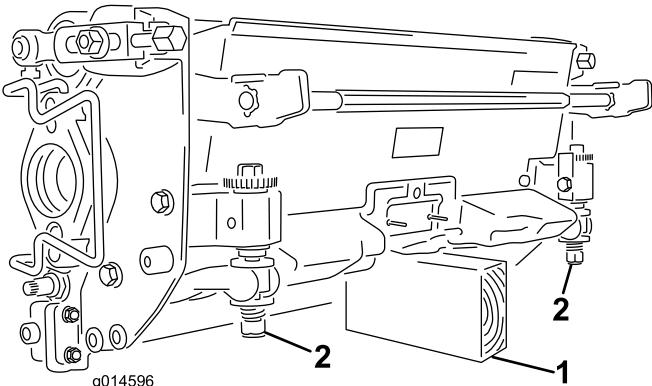

Bild 10
**Wichtig:** Wenn Sie das Mähwerk kippen müssen, um das Untermesser bzw. die Spindel zugänglich zu machen, stützen Sie das Heck des Mähwerks ab, um sicherzustellen, dass die Muttern hinten an den Einstellschrauben des Untermesserträgers nicht auf der Arbeitsfläche aufliegen (Bild 10).